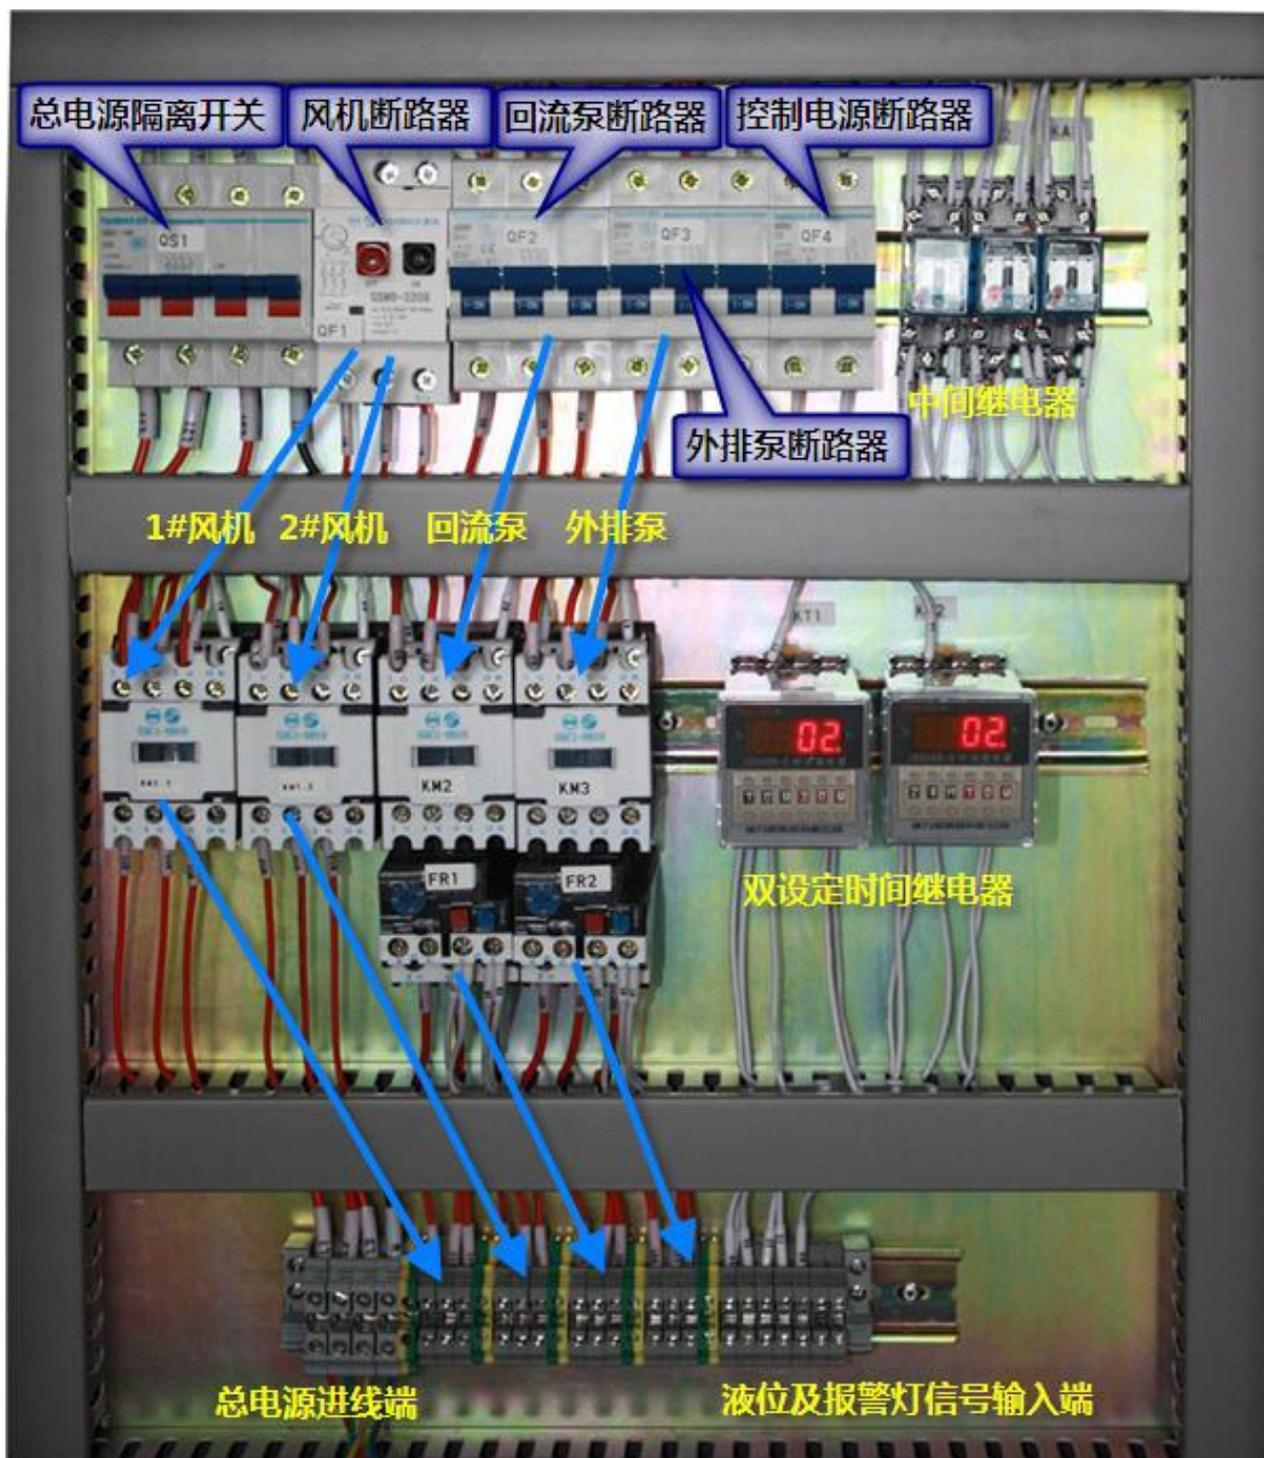

图 2 电器柜内部接线图
①将控制方式选择旋钮（在面板左上角）旋转至中间位，将各个泵和风机的启停旋钮旋转至停止位。
②打开电气控制柜门，如图 2 所示，顶行为断路器，将所有断路器合闸。
③此时控制面板顶行中间红色控制电源指示灯亮，表明设备正常通电。